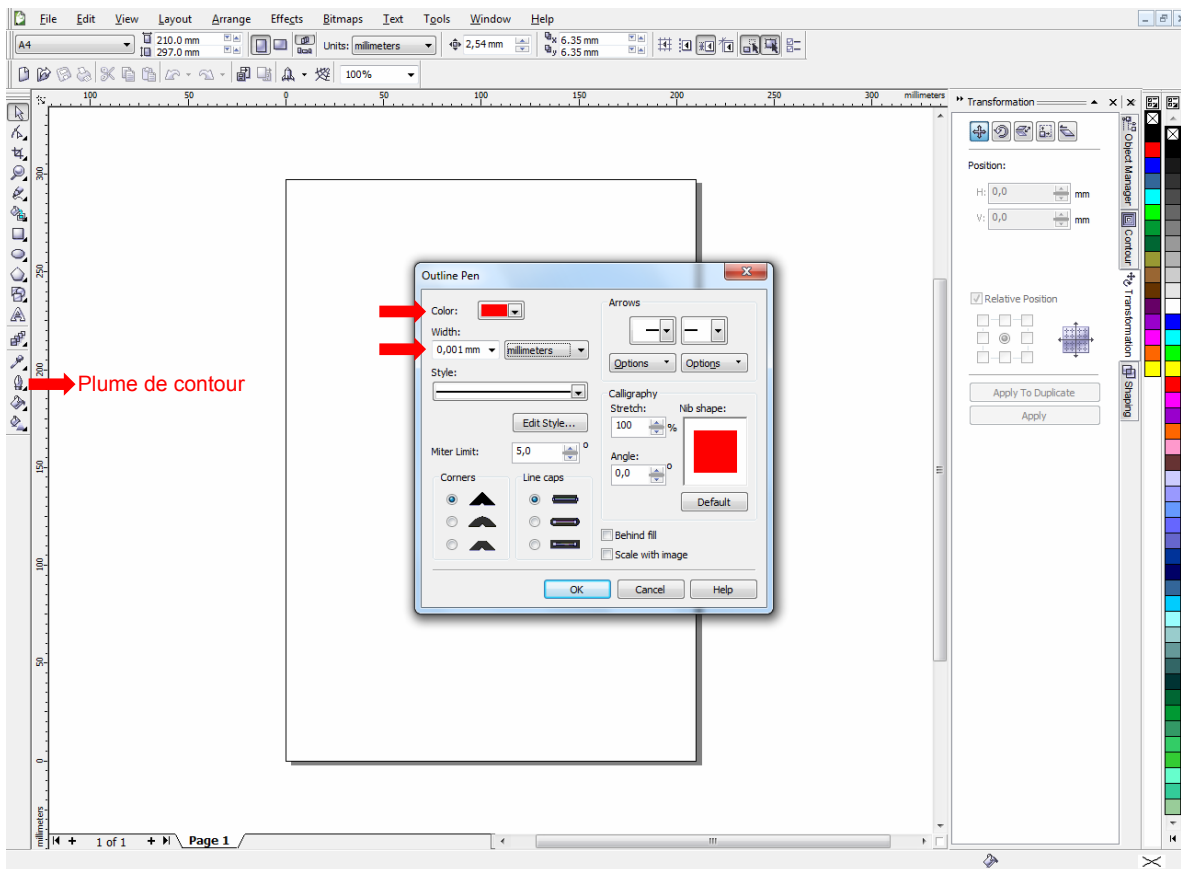

Figure 1: Paramétrage de la ligne de découpe du contour extérieur
- Définir la ligne de découpe avec une épaisseur de trait de 0,001 mm ou 0,003 pt en rouge RVB (255:0:0). Aidez-vous ensuite de l'outil "plume de contour" → dans la boîte de dialogue "plume de contour" (voir figure 1)
- Sélectionnez le texte et le graphique en utilisant l'outil "sélectionneur" → outil "plume de contour" → largeur 0.25 mm , coins arrondis + fins de lignes rondes (voir figures 1, 7 et 8)